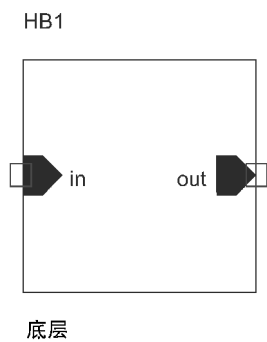

图 20.17 添加引脚之后的层模块
9. 当光标变成十字形时在电路图中单击鼠标一次，然后绘制矩形框。底层原理图中的层端口名称在顶层的层模块中显示为引脚。在如图 20.17 所示的方框中可以根据设计需求移动引脚。